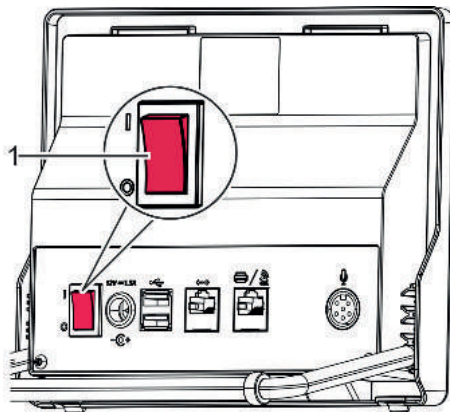

Abb. 38: Schalter drücken
1. ➤ Schalter (Abb. 38/1) in Position [O] stellen.